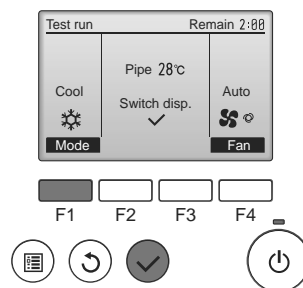

Fig. 7-3
- ① Drücken Sie die Taste [F1], um den Betriebsmodus umzuschalten. (Fig. 7-3)